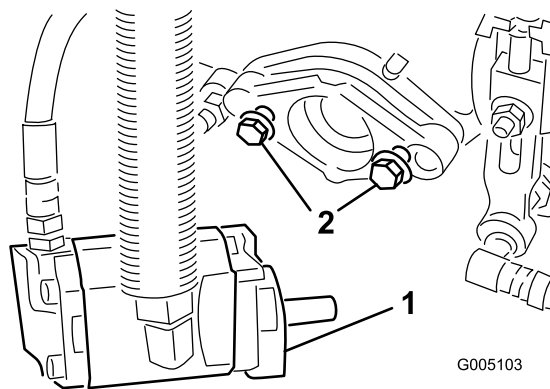

Figura 10
6. Certifique-se de que deixa uma folga de aproximadamente 13 mm em cada parafuso de montagem do motor da transmissão do cilindro (Figura 10).
8. Aperte as porcas de montagem (Figura 10).